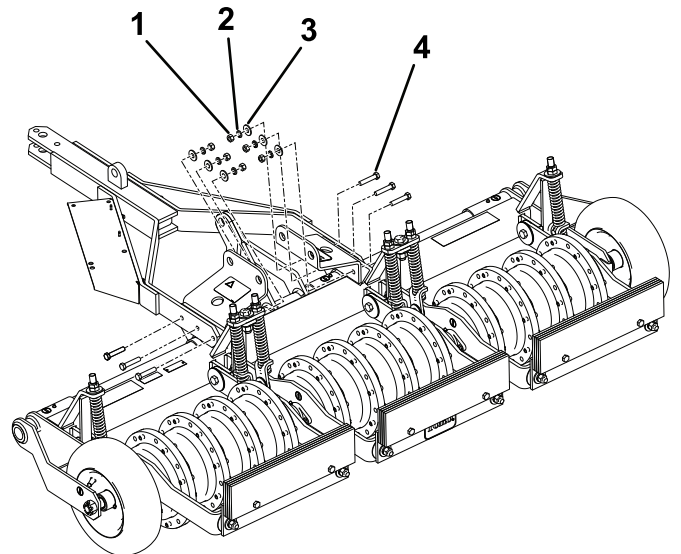

Figura 7
4. Sujete la barra de tracción y los soportes con las fijaciones, como se muestra en Figura 7, y apriete las tuercas a 54 – 74 N·m (67 – 83 pies-libra).